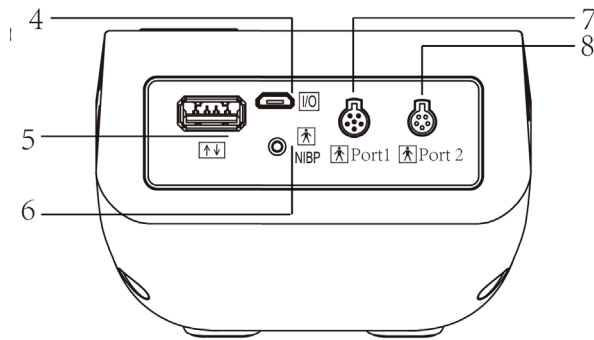

Figure 2.3
Les ports d'entrée/sortie du signal se trouvent sur le dessus du moniteur comme illustré à la figure 2.3.
1. Connecter la sonde de SpO2 intelligente au connecteur sur l'arrière de l'appareil marqué « SpO2 » voir figure 2.3. Lors du débranchement du connecteur, s'assurer de tenir fermement la tête du connecteur et tirer.